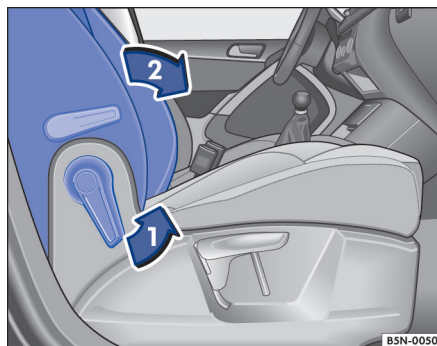

Fig. 74 Banco do passageiro dianteiro: rebater o encosto para frente.
- Destruar o encosto do banco do passageiro dianteiro no sentido da seta → Fig. 74 1.
- Rebater o encosto do banco do passageiro dianteiro para frente, no sentido da seta → Fig. 74 2, para a posição horizontal.
- Para rebater de volta, destravar novamente o encosto do banco do passageiro dianteiro → Fig. 74 1.